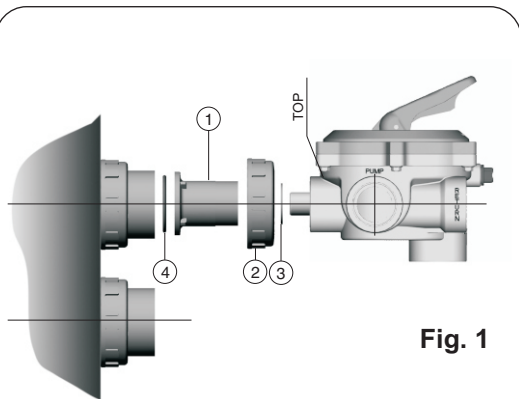
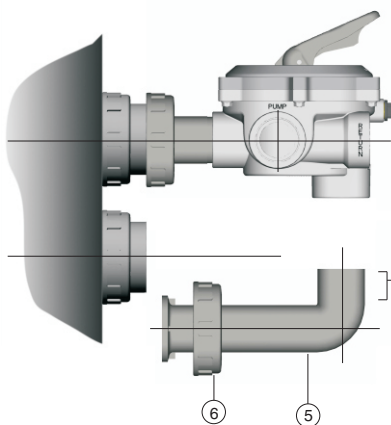

Fig. 1
Fig. 3
1. Visser le manchon (1) sur la vanne multivoie à la sortie qui indique TOP, en plaçant le joint plat (3) et l'écrou (2) selon figure 1. Serrer le manchon (1) fermement pour assurer une parfaite étanchéité.
3. L'alignement de la vanne avec les sorties du filtre se fera au montage du coude et de l'écrou (6) (figure 3) mais ne pas les coller.
1. Avvitare il manicotto (1) alla valvola selettoria all'imboccatura indicata con TOP, avendo, in precedenza posizionato la guarnizione piana (3) a la flangia (2) come previsto in fig. 1. Serrare fortemente il manicotto (1) per ottenere una tenuta stagna.
2. Collegare la valvola all'imboccatura superiore del filtro, avvitando leggermente la flangia (2) in modo che la valvola possa ruotare. Assicurarsi di aver collocato l'O-Ring (4) nel suo alloggiamento prima di avvitare la flangia (2).
3. Si provvederà ad allineare la valvola con le uscite del filtro montando il gomito (5) e la flangia (6) (vedi fig. 3) senza incollarle.
1. Einlegeteil (1) in den mit TOP beschrifteten Eingang des Mehrwegventils einschrauben, zusammen mit der Flachdichtung (3) und nach Auflegen des Mutter (2), gem. Abb. 1. Einlegeteil (1) fest andrehen um die Dichtheit sicherzustellen.
3. Ventil mit den Filteranschlüssen auf Linie bringen und das Knie (5) mit der Mutter (6) befestigen, gem. Abb. 3, jedoch noch nicht verkleben.